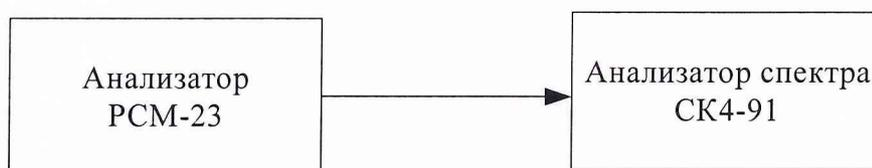

Рис.8.9.
8.3.9.1. Проверка диапазона частот шума осуществляется с помощью анализатора спектра СК4-91 (рис.8.9).